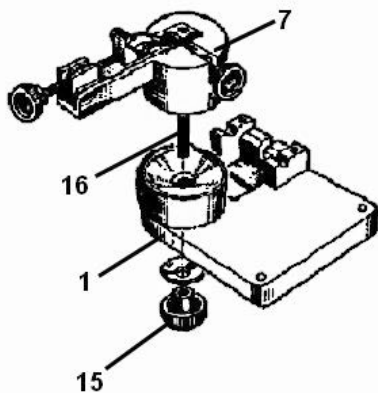

Рисунок 2
5.3.3 Как только цепь будет зафиксирована, выберите необходимый угол заточки от 0° до 30° (вправо/влево) в зависимости от типа цепи и зафиксируйте угол поворота рабочего стола фиксатором (15) (Рис. 2).